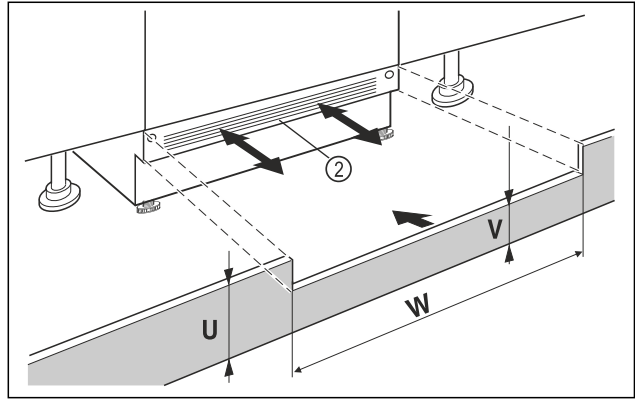

Fig. 12 Représentation à titre d'exemple
- ▶ Mettre le panneau de socle de l'appareil Fig. 12 (2) en place sans le fixer.
- ▶ Si le panneau de socle est visible Fig. 12 (2), le tirer vers l'avant de sorte à aligner l'avant de la grille d'aération et du panneau de socle du meuble.
- ▶ Si le panneau de socle est dissimulé Fig. 12 (2), le pousser entièrement vers l'arrière.
- ▶ Veiller à ce que les fentes d'aération soient complètement dégagées : si nécessaire, couper le panneau de socle du meuble Fig. 12 (U) en hauteur !
- ▷ Ajuster la hauteur de la traverse Fig. 12 (V) sous le panneau de socle de l'appareil Fig. 12 (2) sur la largeur de la niche Fig. 12 (W).